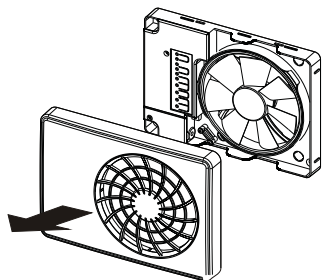

Fig. 4
4. Ta av frontdeksel ved å vippe fronten over snepfestene i bunn eller topp. Fig 4.